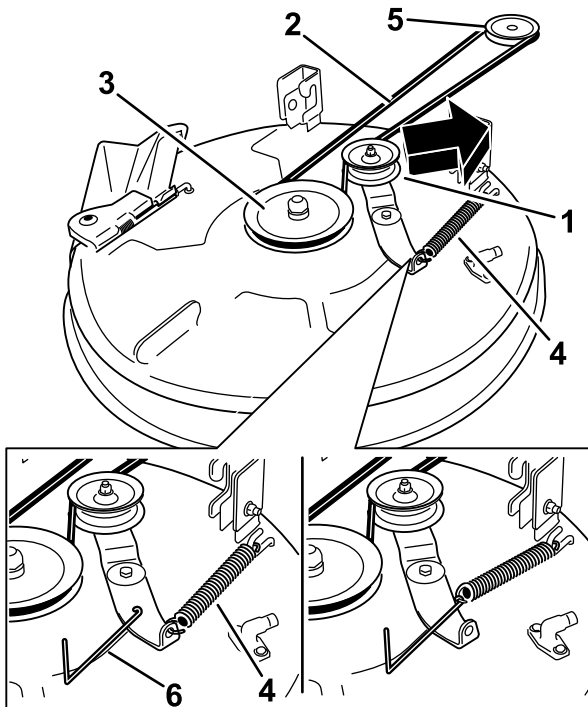
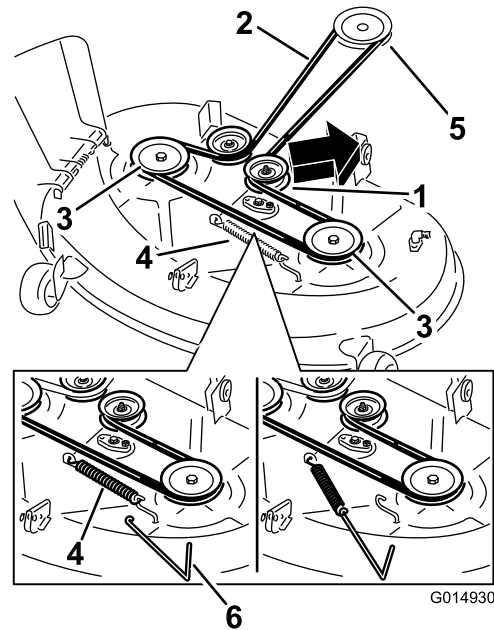

Bild 68
Bild 69
- Entfernen Sie die Spannscheibenfeder mit einem Werkzeug zur Federentfernung (Toro Bestellnummer 92-5771) vom Mähwerkhaken, um die Spannung von der Spannscheibe zu nehmen, und rollen Sie den Riemen von den Spannscheiben (Bild 68 und Bild 69).
- Verlegen Sie den neuen Riemen um die Motor- und Mähwerkriemenscheiben (Bild 68 und Bild 69).
- Setzen Sie die Spannscheibenfeder mit einem Werkzeug zur Federentfernung (Toro Bestellnummer 92-5771) auf den Mähwerkhaken, um die Spannscheibe und den Mähwerkriemen zu spannen (Bild 68 und Bild 69).